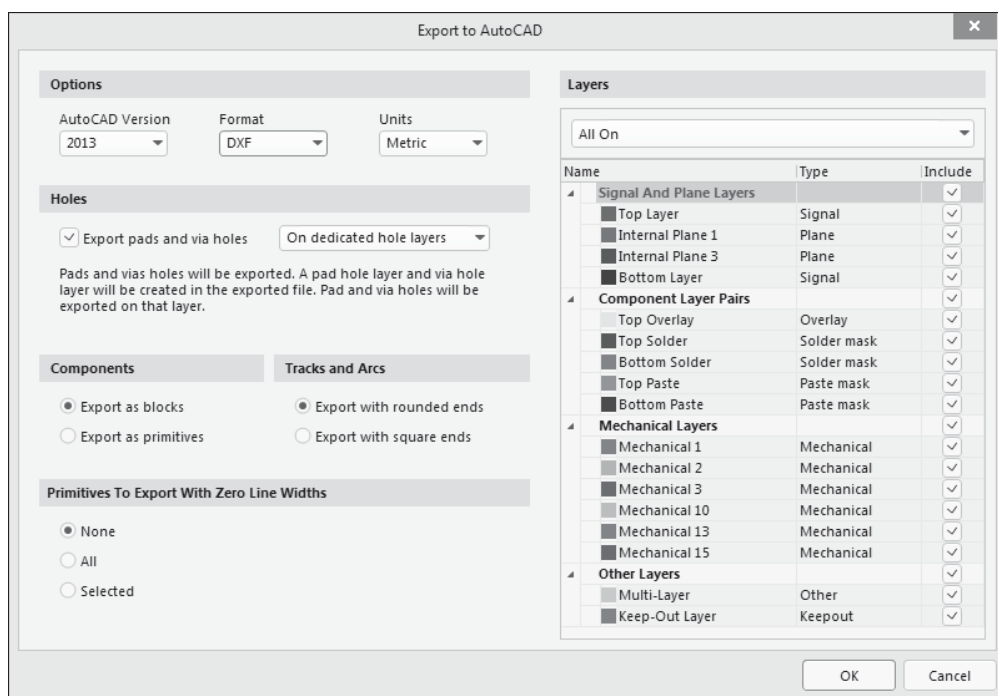

Рис. 10.1. Диалоговое окно настройки параметров экспорта в AutoCAD
1. Выбором команды **File | Export | DXF/DWG** открыть окно настройки параметров экспортируемого файла **Export to AutoCAD** (рис. 10.1).